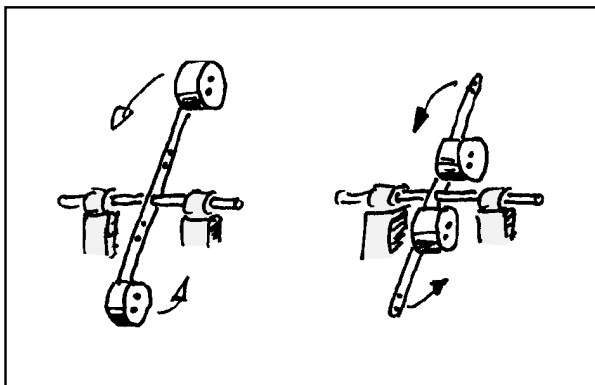

Fig. 8.15. Il corpo la cui massa è più all'esterno ha più quantità di moto angolare.
3. Confrontiamo ancora due corpi che non si differenziano né per la massa né per la velocità angolare. L'unica differenza è che in uno una parte della massa sta più all'esterno che nell'altro, fig. 8.15. Il risultato è inequivocabile: la frenata dura più a lungo per il corpo con le masse più all'esterno. Di conseguenza doveva contenere più quantità di moto angolare dell'altro.